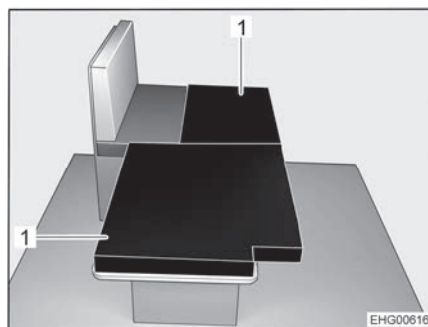

Bild 55 Efter ombyggnaden
- Lägga de båda extra dynorna (Bild 55,1) på det nersänkta bordet så som visas i bild.